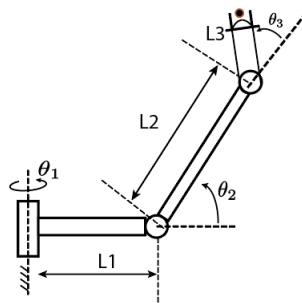

Figura 2: Robot RRR no planar.
2. Dado el manipulador de la Figura 2: